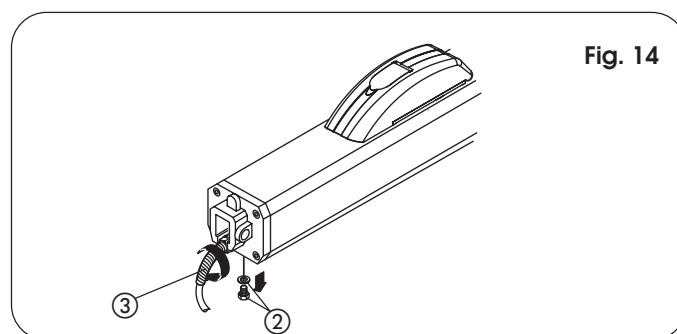

Fig. 14
- A) Placer les deux entretoises anti-vibratiles ② sur la bride antérieure.
- B) Introduire le carter en le pressant avec force dans le couvercle postérieur ①.
- C) Fixer le carter avec la vis autotaraudeuse ③.
- D) Placer le couvercle antérieur ⑤ sur le carter et bloquer avec le bouchon FIX ④.
13) Monter le protège-câble électrique (réf. ③, Fig. 14).
- Retirer la vis de purge (Fig. 14, réf. ②).